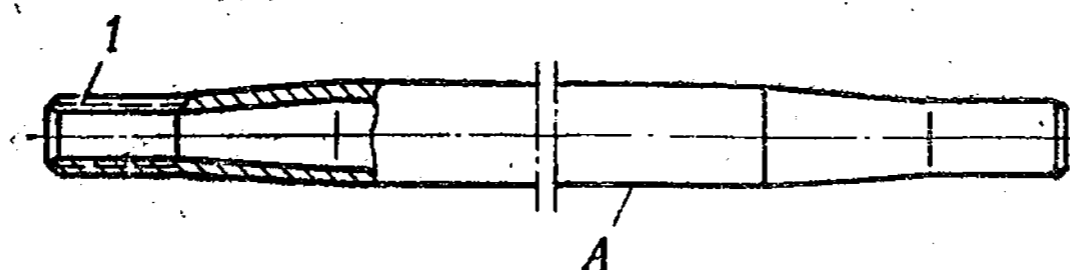

Рис. 155. Тяга рулевой трапеции
4. Тяга рулевой трапеции (рис. 155)